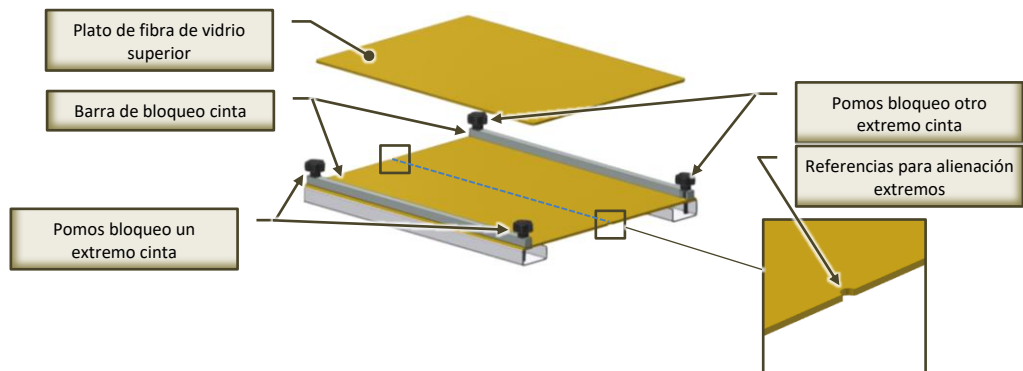
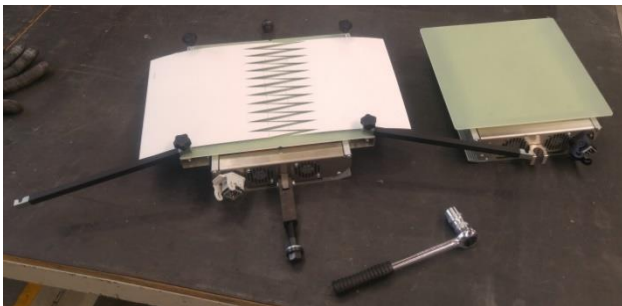

Fig. 8.4-3 - Posición cinta Fabric en placa de unión (partes)
Fig. 8.4-4 - Posición cinta Fabric en placa de unión
2. En caso de que se desee reparar una cinta Fabric, cárguela en la placa de unión (Fig. 8.4-3 y Fig. 8.4-4):